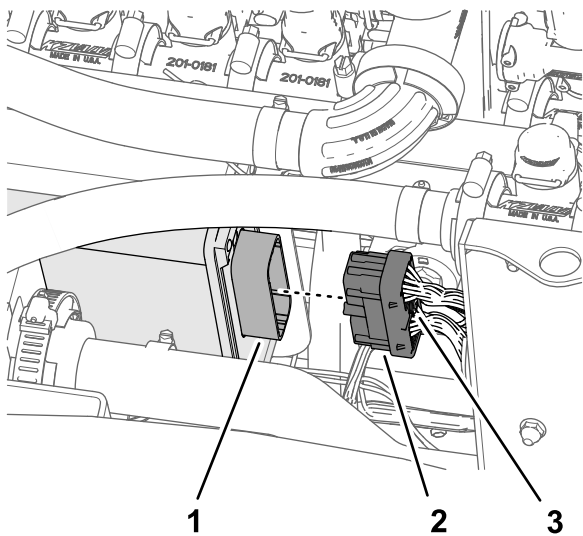

Рисунок 117
1. Вставьте 40-гнездовой разъем ответвления длиной 102 см жгута проводов опрыскивателя из комплекта в 40-штыревой разъем контроллера опрыскивателя ASC 10 (Рисунок 117).
2. Заверните винт с рифленой головкой 40-гнездового разъема в разъем ASC 10 от руки (Рисунок 117).